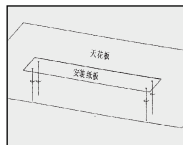

图2
1. 从主机包装箱中取出安装纸板, 根据纸板上孔位在天花板上打4个直径10mm的孔, 将膨胀螺栓固定并拉紧(如图2).